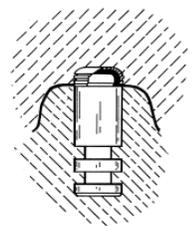

Fig. 14
6. Antes de llegar a la FACE de encerado y procesado de la dentadura, colocar la cápsula de Metal con el macho de procesamiento en cada uno de los análogos de Hembra del modelo maestro. (Fig. 14) asegurándose de que el macho está completamente asentado.